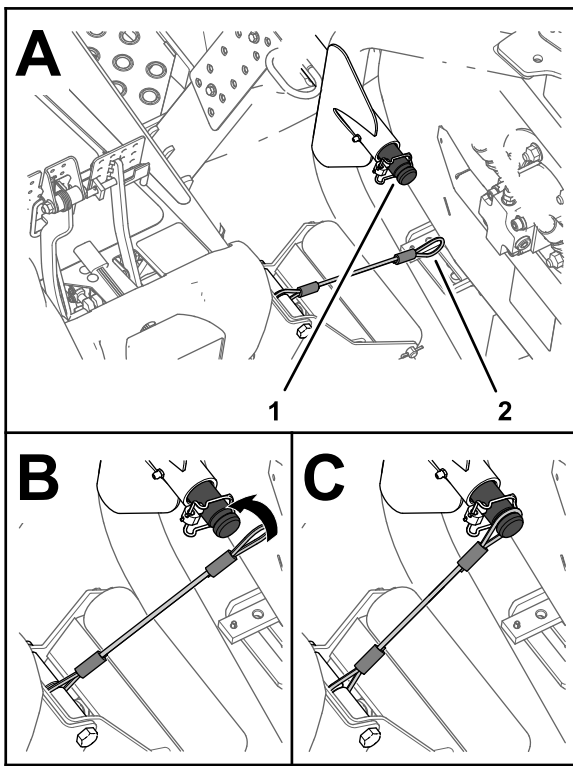

Bild 40
5. Fluchten Sie die Verbindungsleine zur Trägerwelle des Hubarms für das äußere Frontmähwerk aus (Bild 40).
6. Schieben Sie die Schleife der Verbindungsleine über die Trägerwelle, bis die Verbindungsleine fest in der Rinne der Welle sitzt (**Bild 40**).